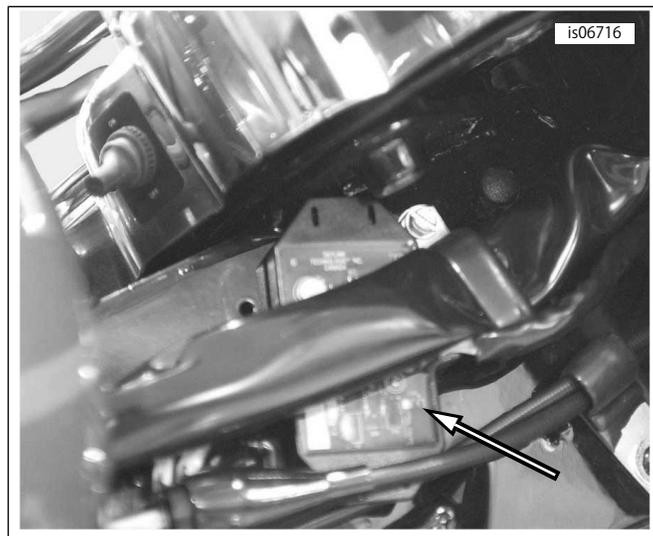

図10。フォークチューブ近くへのトランスミッターの取り付け (2013年以前のFLHR)
FLHR Touring/ FLRTRike(すべて)	フォークチューブ近くのフレームの右側、ナセルの内側へ、 フォームパッド付(最初にヘッドランプを取り外します)(図10を参照してください。)
3. 「図10」を参照。トランスミッターをフォークチューブの近くにあるフレームの右側に取り付けます。